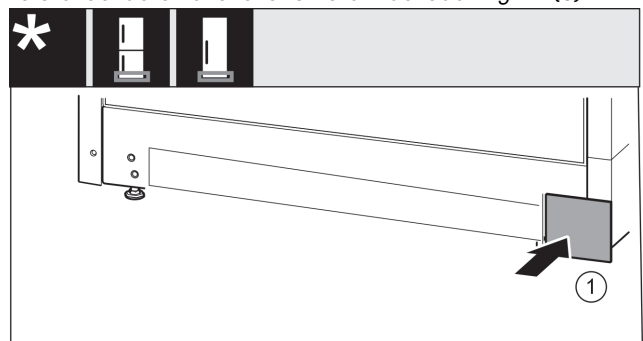

Fig. 15
- Kryt opäť nasadíte na druhú stranu. *Fig. 15 (1)*